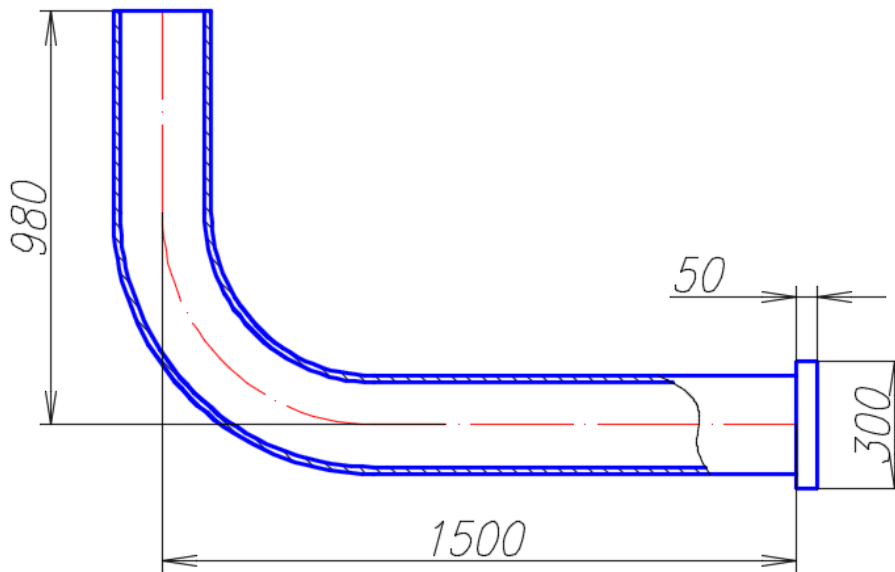

Рис. 108. Чертеж патрубка для выхода загрязненного абсорбента
8.4. Достроить патрубок по заданным размерам (рис. 108). Выполнить штриховку (ANSI31, угол – 90° , масштаб – 8). Переместить созданный объект в конструкцию абсорбера.